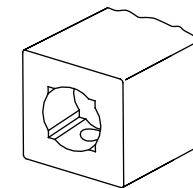

FIGURE 3
3 Fixez les autres extrémités du cadre de la tablette en verre aux pieds (2), en faisant glisser les extrémités à l'aide des trous ronds entaillés (figure 3) sur les raccords carrés (6C) installés en usine.